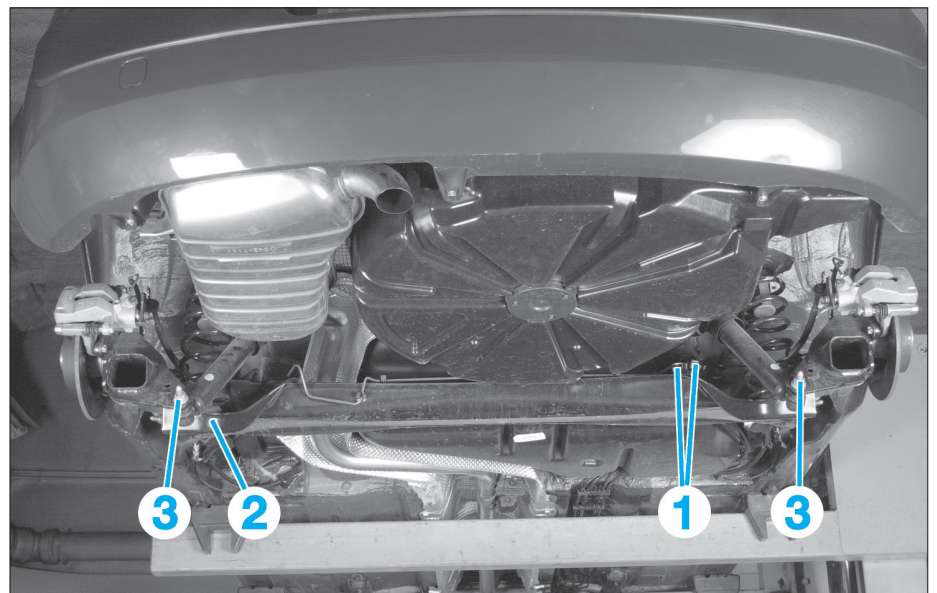

FIG. 20
- Dévisser les écrous des canalisations de frein (1) (Fig.20).
- Mettre un vérin d'organe avec une cale sous la surface d'appui (2) du ressort gauche.
- Déposer la fixation inférieure de l'amortisseur gauche (3).